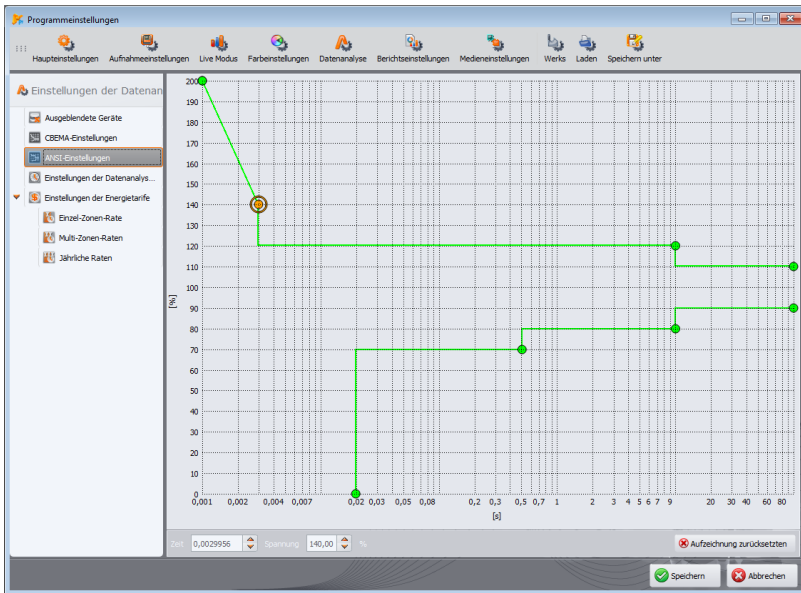

Abb. 84. Programmkonfiguration – ANSI-Diagrammeinstellungen.
- **ANSI-EINSTELLUNGEN** – ähnlich wie bei CBEMA-Diagrammen - ermöglicht diese Funktion Ihnen, die Standardkriterien für die Erstellung von ANSI-Diagrammen zu ändern (Abb. 84). Die Änderung erfolgt durch Veränderung der Position der Knoten im Diagramm. Die Standardeinstellungen können durch Klicken auf die Taste **AUFZEICHNUNG ZURÜCKSETZEN** wiederhergestellt werden.